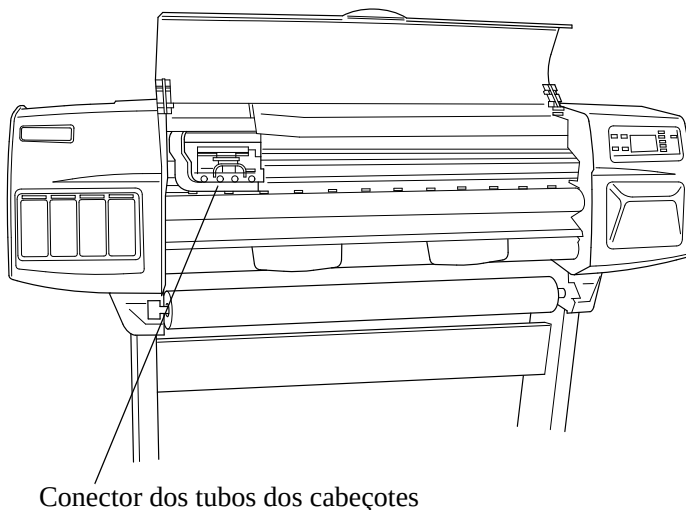
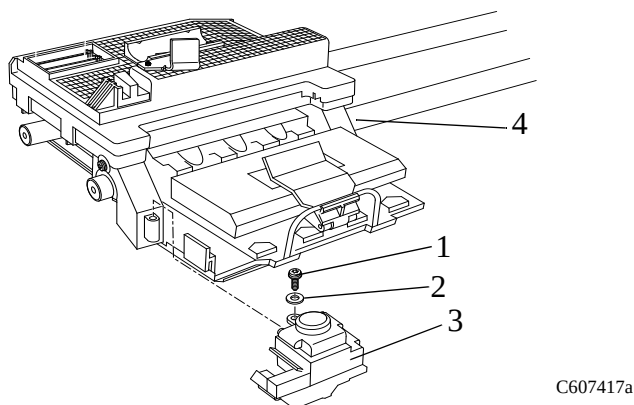

Figura 38: Conjunto do cortador
Figura 40: Conjunto do cortador
Consulte da Figura 38 à Figura 40.
2. Mova o carro para uma posição onde possa acessar o conector dos tubos dos cabeçotes (consulte a Figura 38).
Para os passos a seguir, consulte a Figura 40.